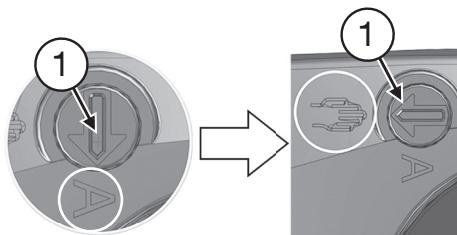

Fig. 11
2. Setați comutatorul de funcționare (1) pe regimul manual. Pentru aceasta, rotiți comutatorul cu 90° în sensul acelor de ceasornic folosindu-vă de o șurubelnită, astfel încât crestătura să stea în poziție orizontală, iar vârful săgeții să indice spre simbolul cu mâna (fig. 11).